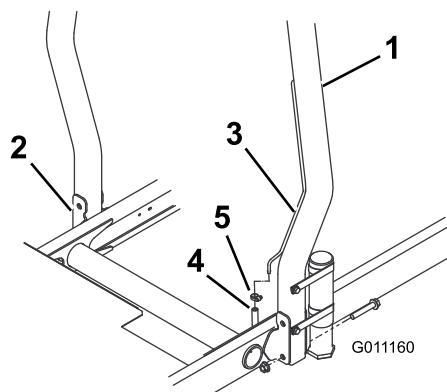

図 8
1. ROPS を機体の固定穴に差し込み、取り付け穴を整列させる。ROPS についている換気管が機体の左側にくるように配置すること 図 8。
2. ROPS のそれぞれの側をフランジヘッドキャップスクリュー 2 本とロックナット 2 本で固定する 図 8。締め具を 81N・m(8.3kg・m = 60ft-lb)にトルク締めする。